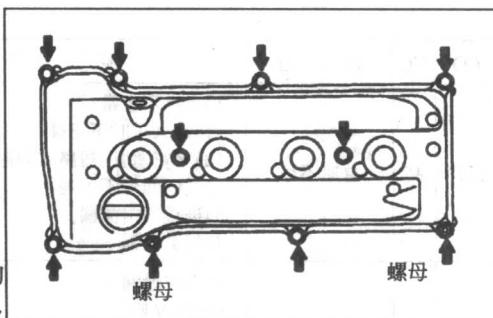

图 1-7
- 8) 拆凸轮室盖, 如图 1-7 所示。拆螺栓和发动机线束卡夹, 拆卸 8 个螺栓、2 个螺母和凸轮室盖及垫片。